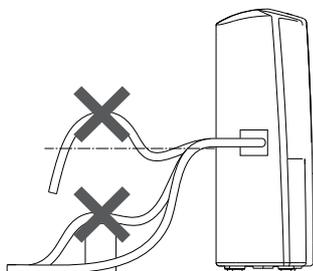

fig. 3
- 5 Vuelva a colocar el depósito en la unidad (fig. 3).